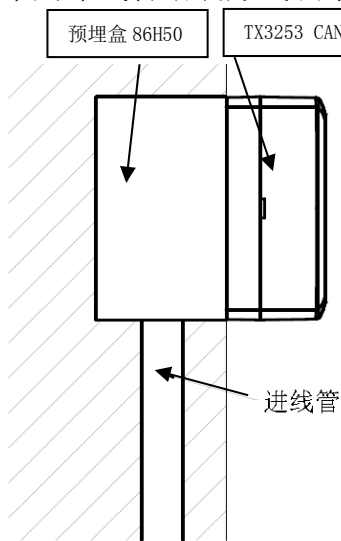
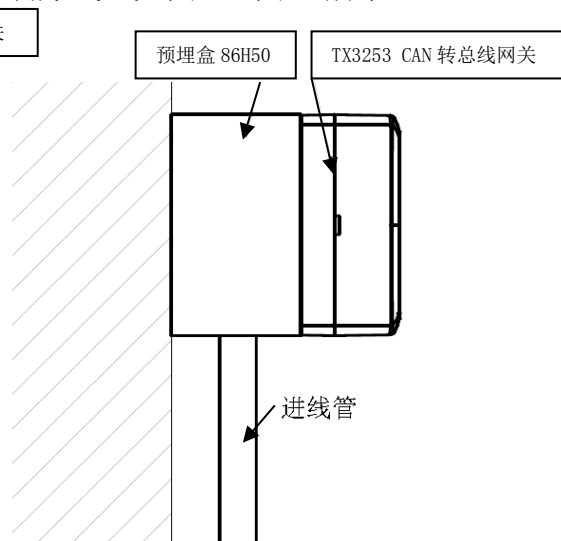

图 2 布线管暗装方式
图 3 布线管明装方式
2、模块可采用布线管暗装方式或布线管明装方式。如图 2、图 3 所示。